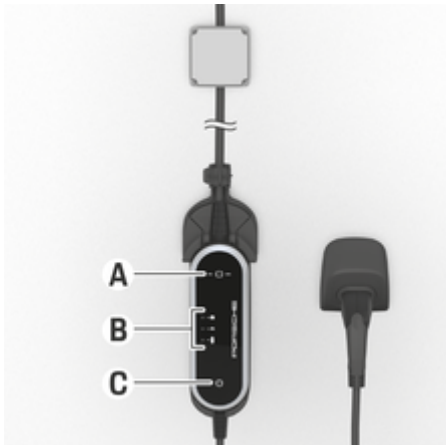

图 20 控制单元
- ▶ 通过按开启/关闭按钮 A（图 20），打开控制单元。
通过指示灯 A - C（图 20）的不同颜色、照明和闪烁等方式来指示故障。